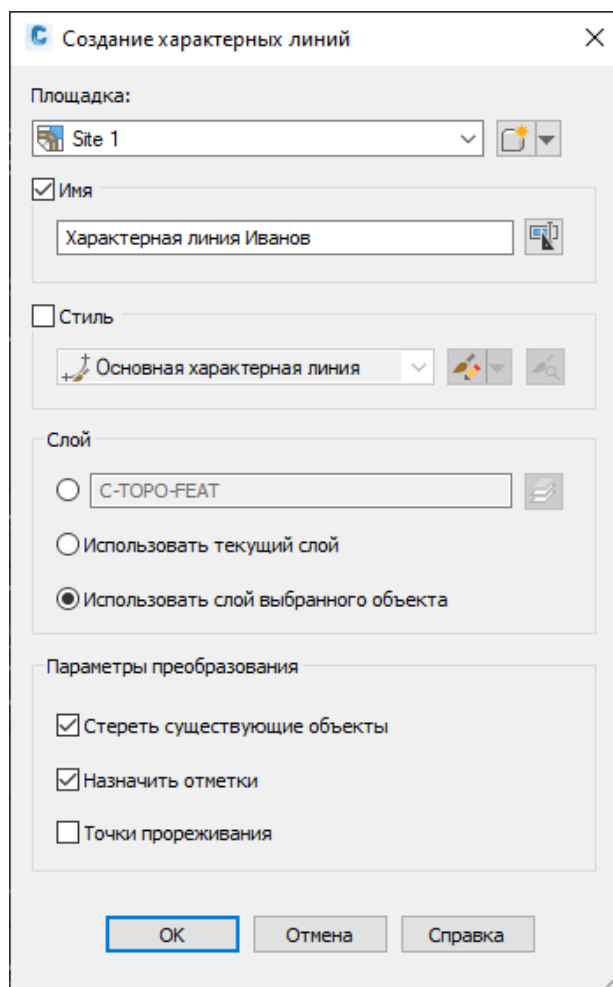

Рис. 4.1. Окно **Создание характерных линий**
4. В появившемся окне **Создание характерных линий** (рис. 4.1) введите имя с вашей фамилией (например «*Характерная линия Иванов*»), установите галочку **Назначить отметки** и **Стереть существующие объекты** и нажмите **ОК**.